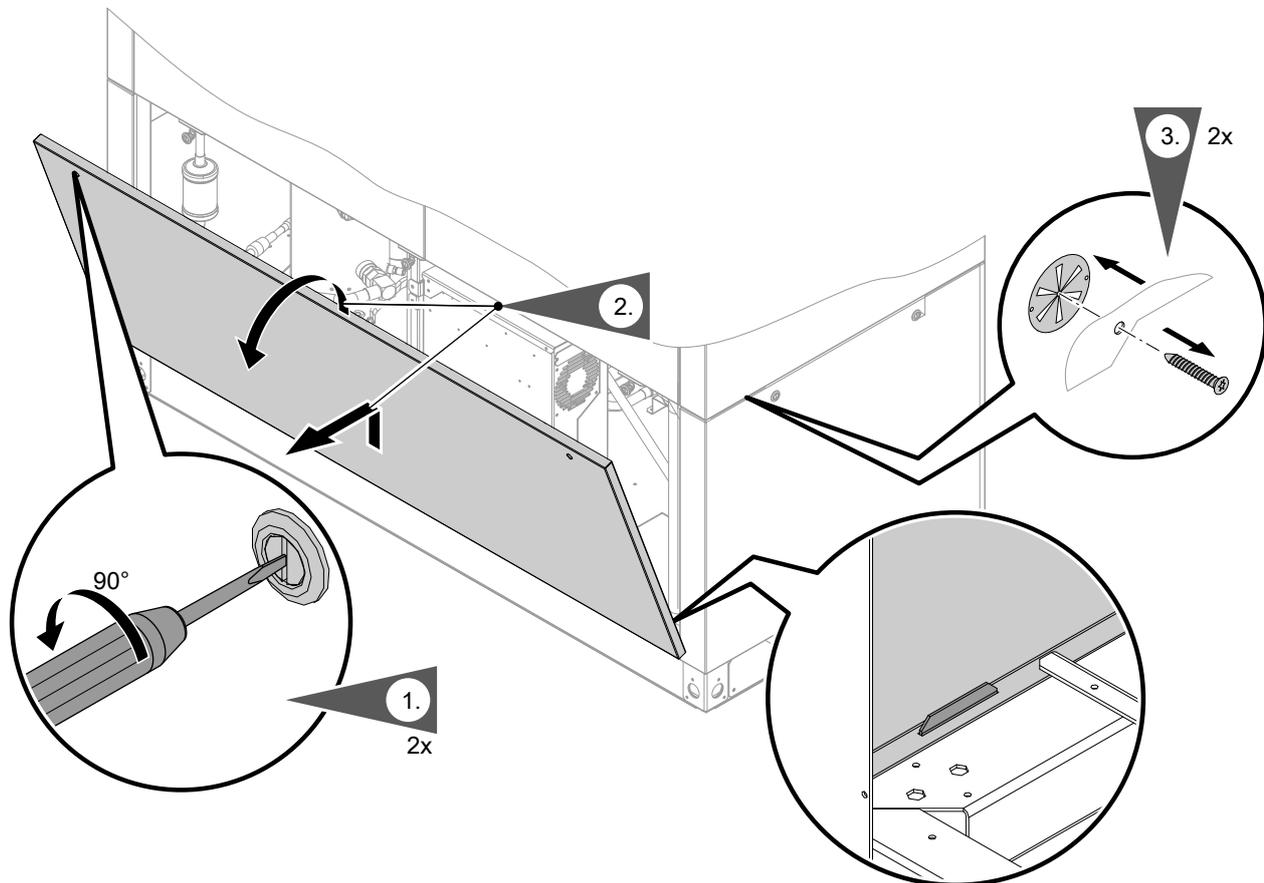

Abb. 14 Beispiel: Unteres Vorderblech und rechtes oberes Seitenblech
- Die unteren Außenbleche sind mit Vierteldrehverschlüssen befestigt, in Abb. 14 dargestellt am Beispiel unteres Vorderblech.
- Die oberen Außenbleche sind mit Blechschrauben und Sicherungsscheiben befestigt, in Abb. 14 dargestellt am rechten oberen Seitenblech.